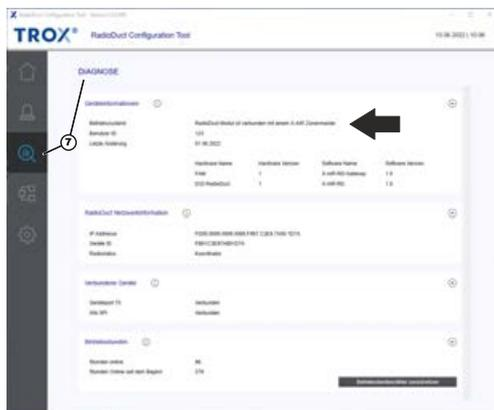

Fig. 22: Diagnosi RadioDuct
7. ▶ Verifica del collegamento al master: lo stato radio viene indicato nella pagina «Diagnosi» e sul modulo, Fig. 22.